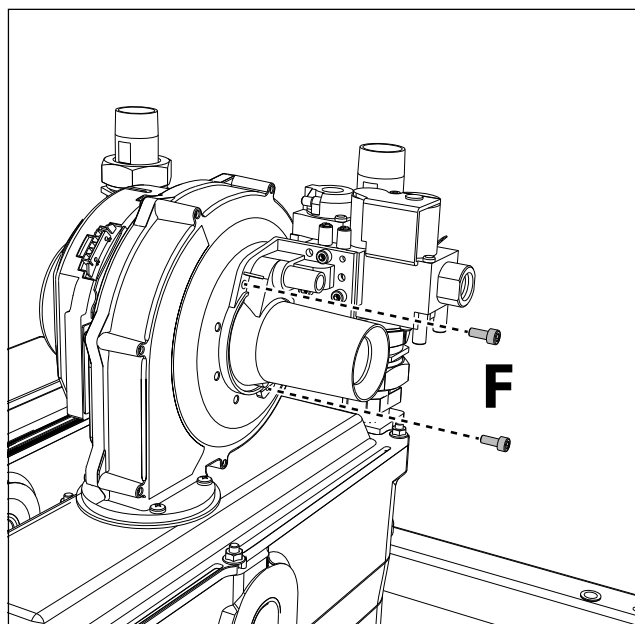
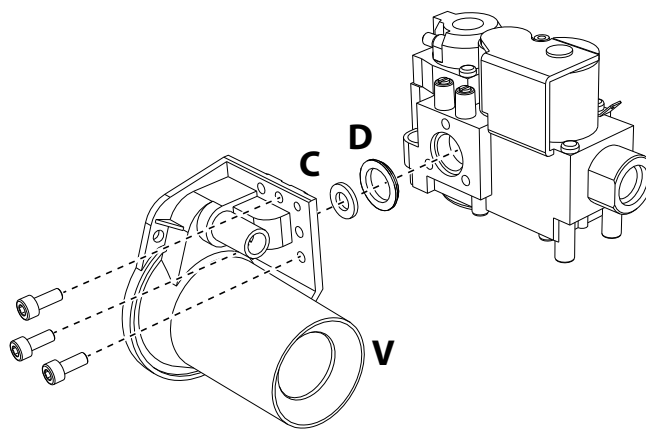

fig. 81
fig. 82
6. Rimuovere il "Gruppo Venturi", dal ventilatore, svitando le due viti "F" (fig. 81).
7. Rimuovere il Venturi "V" svitando le 3 viti (vedi fig. 82).
Sostituire l'ugello gas "C", posizionandolo all'interno della guarnizione "D", con quello contenuto nel kit di trasformazione (vedi fig. 82). Riasssemblare il "Gruppo Venturi" e fissarlo al ventilatore (vedi fig. 82 e fig. 81).